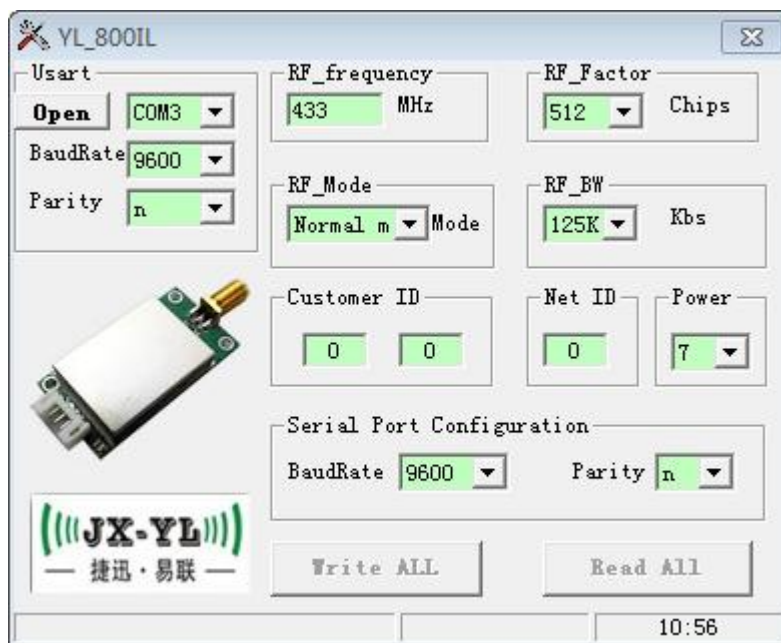

图 8.3.2 YL-800IL 参数修改
2、打开设置软件，选择端口号、串口速率、校验方式，点“Open”打开模块端口，点“Read All”读取模块当前参数，根据需要修改参数，点“Write All”写入，如图8.3.2所示：